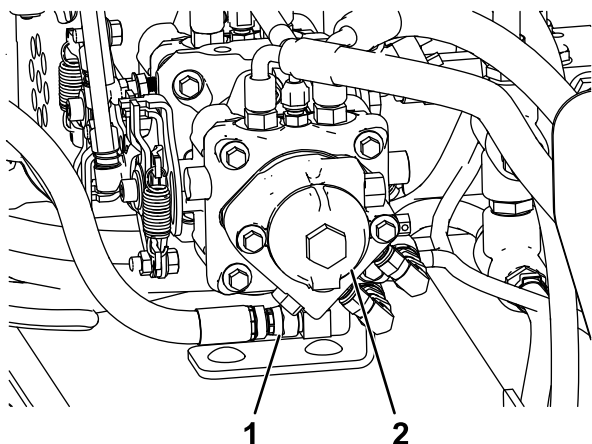

Figura 50
3. Localice la manguera que conecta el filtro hidráulico y la bomba hidráulica, y coloque un recipiente debajo del acoplamiento de la manguera de la bomba hidráulica (Figura 50).